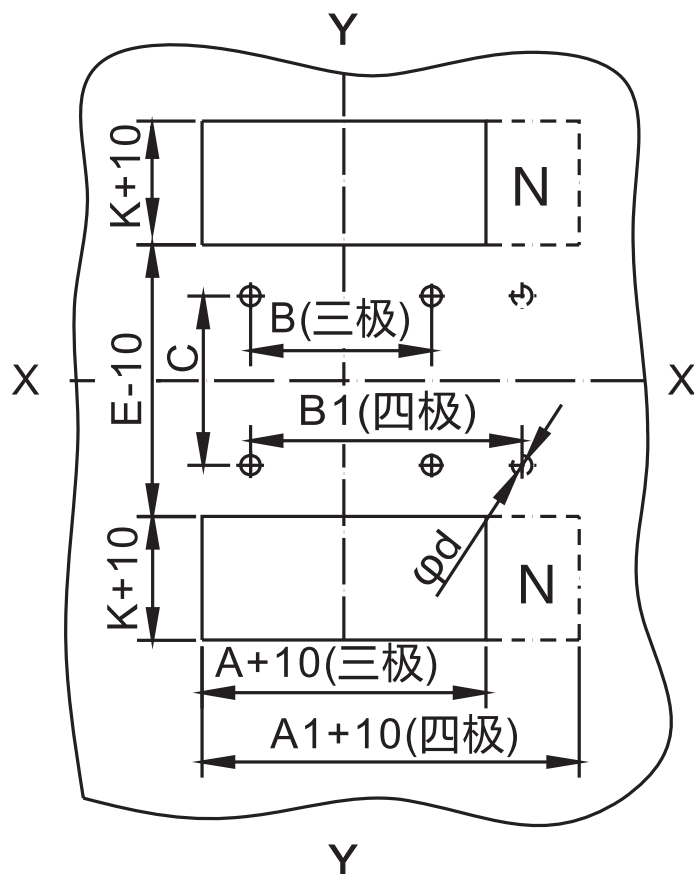

图12 RDM7系列插入式板后接线安装板开孔尺寸(单位:mm)
6.7 插入式板后接线安装板开孔尺寸见图12和表15(X-X、Y-Y 为断路器中心)。